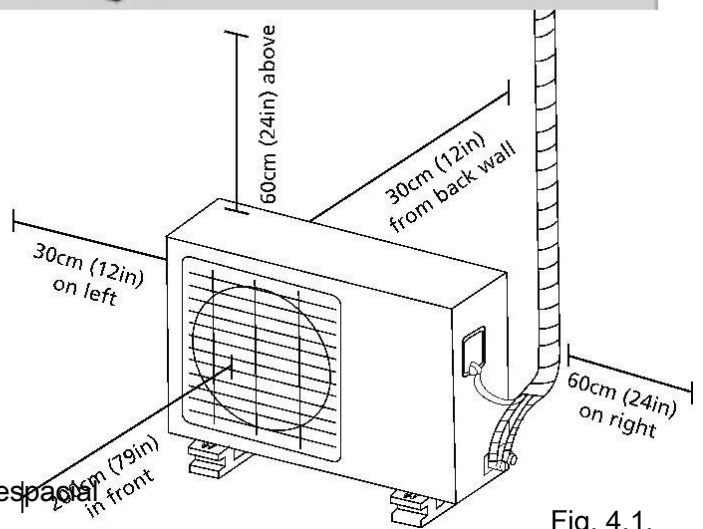

Fig. 4.1.
- ✓ Cumple con todos los requisitos que figuran en el espacio de instalación (Fig. 4.1)